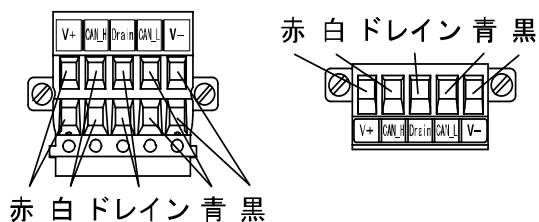

図1
(1) 信号線は、指定のピンに必ず配線してください (図 1 参照)。